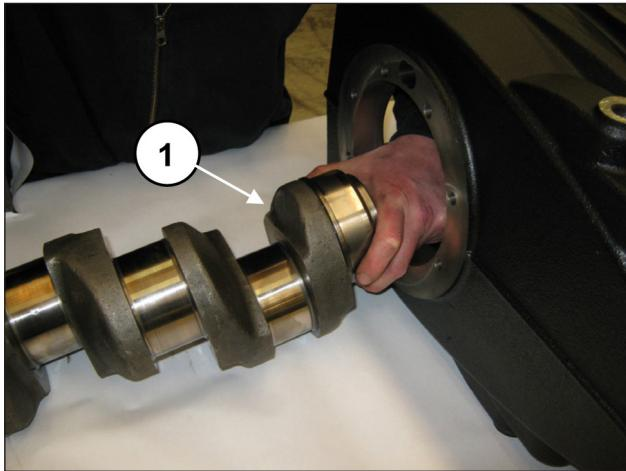
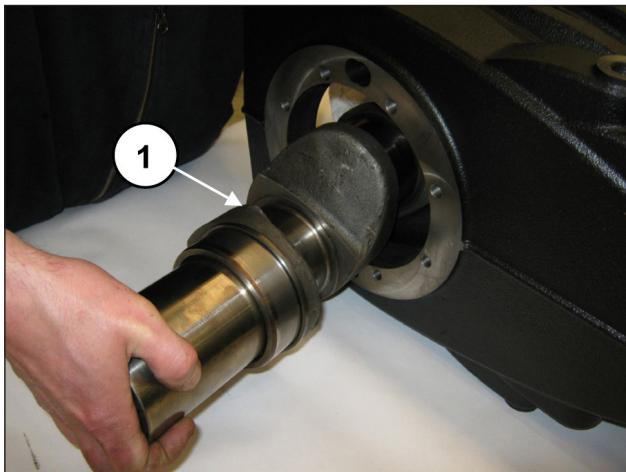

图 49
图 50
从动力输出轴侧插入轴，注意不要碰撞先前安装的连杆柄（位置①，图 49）和（位置①，图 50）。